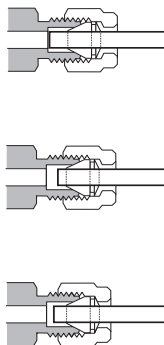

Figura 14 Conexão concluída
- 10** As conexões Swagelok correta e incorretamente acopladas são mostradas na Figura 14. Observe que a extremidade da tubulação em uma conexão corretamente acoplada não é esmagada e não interfere com a ação das virolas.